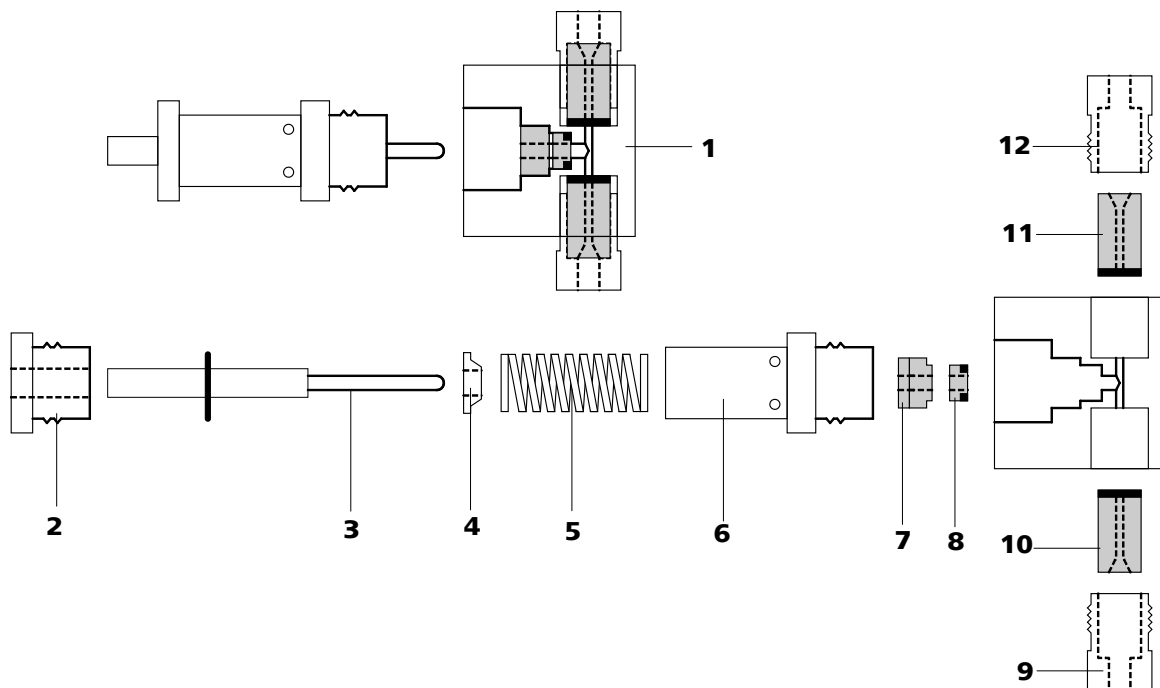

Figura 35 Componentes da cabeça padrão da bomba
- Desmontar a cabeça da bomba (14-4) em todos os seus componentes (ver figura 35, página 75).
Para a escolha correta, é preciso considerar que o líquido deve circular de baixo para cima pela cabeça da bomba. A direção de fluxo das válvulas pode ser verificada ao se assoprar ar pela válvula limpa. As duas válvulas são montadas com a face preta direcionada para a cabeça da bomba (ver figura 35, página 75).
- Remontar os componentes da (14-4) cabeça da bomba (ver figura 35, página 75).